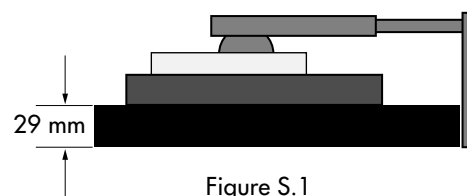

Figure S.1
3. Posez l'écran à plat sur une surface non abrasive en position paysage. Placez l'écran sur une plate-forme d'au moins 29 mm de manière à ce que le support soit parallèle à la surface (**Figure S.1**).